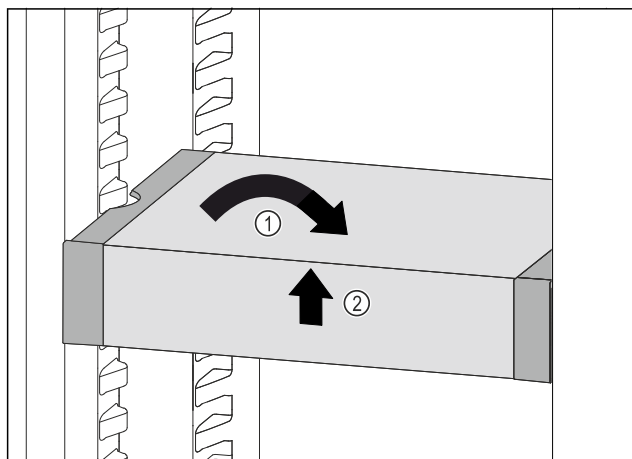

Fig. 84
- VarioSafe postavte rovně. Fig. 84 (1)
- VarioSafe vpředu zvedněte. Fig. 84 (2)